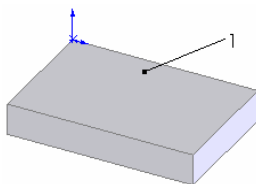

图 5-85 拉伸的图形
- ❸ 拉伸实体。选择菜单栏中的“插入”→“凸台/基体”→“拉伸”命令，将上一步绘制的草图拉伸为“深度”为 40 的实体，结果如图 5-85 所示。
- ❹ 设置基准面。用鼠标选择如图 5-85 所示中的表面 1，然后单击“标准视图”工具栏中的“正视于”图标，将该表面作为绘制图形的基准面。